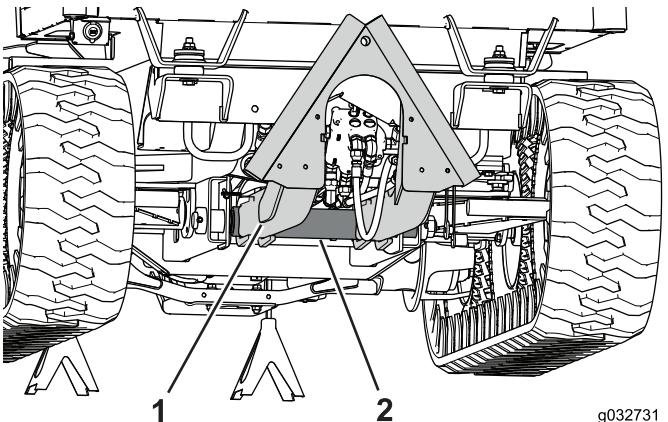

Figura 105
- Coloque un gato de suelo debajo del punto de giro del conjunto de enganche y eleve la parte delantera del bastidor hasta que las ruedas centrales basculen hacia atrás y casi toquen las ruedas traseras (Figura 105).